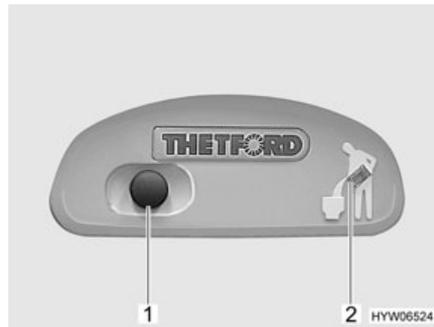
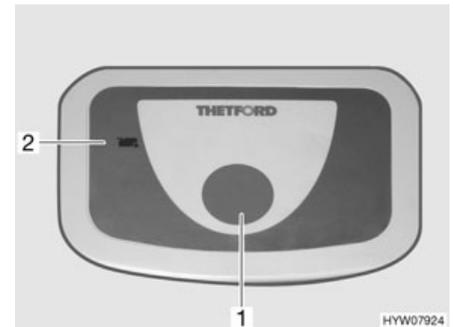

Fig. 251 Botón del inodoro/luz de control del inodoro Thetford
Fig. 252 Botón del inodoro/luz de control del inodoro Thetford (alternativa)
- Para lavar, pulsar el botón del inodoro azul (Fig. 251,1 ó Fig. 252,1).
La luz de control (Fig. 251,2 ó Fig. 252,2) se enciende cuando es necesario vaciar el cassette Thetford.